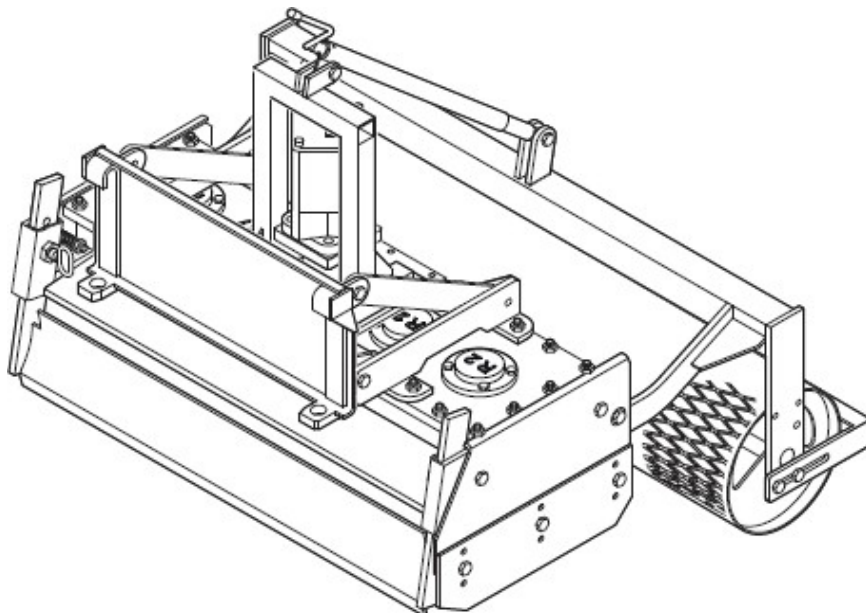

Abb. 9
- 1- Trennen Sie die Walzeneinheit von der Fräse und der Schraube (Abb. 9).